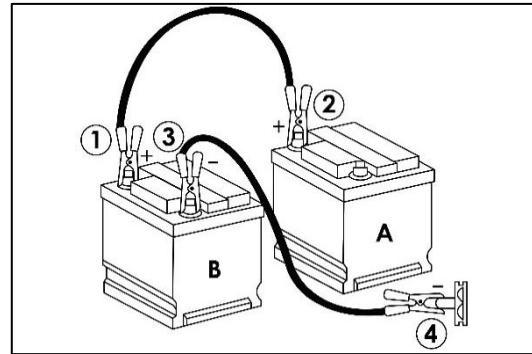

Abb. 110 – STARTEN MIT EINER ZUSATZBATTERIE/BATTERIE EINES ANDEREN FAHRZEUGS
Wenn die Batterie des Traktors entladen ist (A), kann er entweder mit einer Zusatzbatterie (B) oder der Batterie eines anderen Fahrzeugs gestartet werden. Gehen Sie wie unten beschrieben vor (Abb. 110).
2. Schließen Sie ein Ende des Starthilfekabels an den Pluspol (+) der Zusatzbatterie (1) und das andere Ende an den Pluspol (+) der Traktorbatterie (2) an.
3. Schließen Sie ein Ende des anderen Starthilfekabels an den Minuspol (-) der Zusatzbatterie (3) und das andere Ende an den Motorblock des Traktors (4) an.